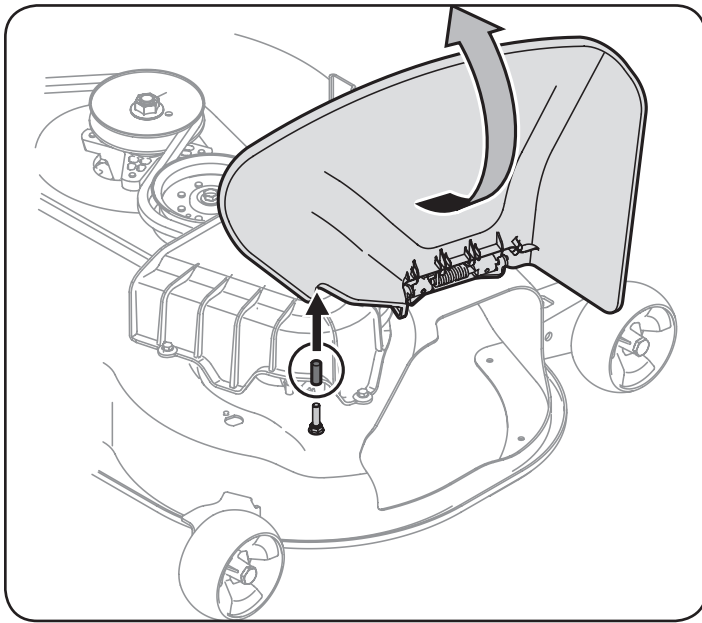

Figure 3
1. Faites pivoter le déflecteur de la goulotte vers le haut et retirez le couvercle de protection de la goupille se trouvant à la surface du pont de coupe. Consultez la Figure 3.